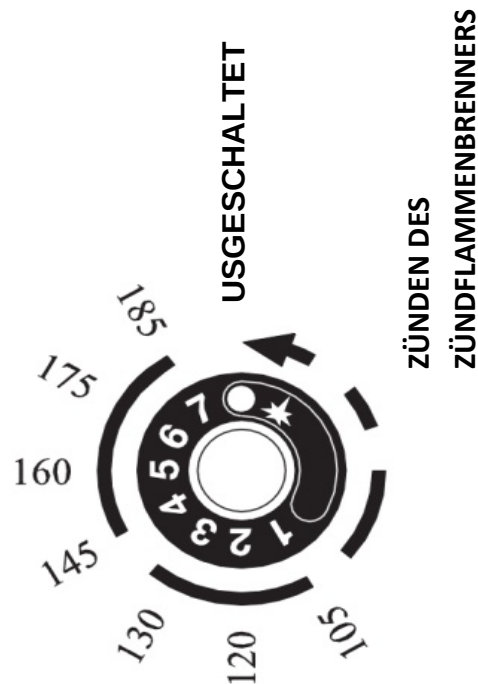

ABB. 6
GERÄTE MIT GAS-VENTIL (ABB. 6)
- Den Knebel (Abb. 6) in die Position  drehen.
- Um die Brenner auszuschalten, den Knebel (Abb. 6) in die position  drehen.